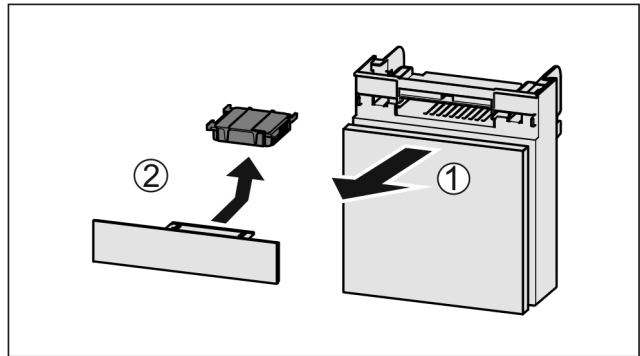

Fig. 114
- ▶ Издърпайте Fig. 114 (1) напред отделението.
- ▶ Извадете Fig. 114 (2) филтър с активен въглен.